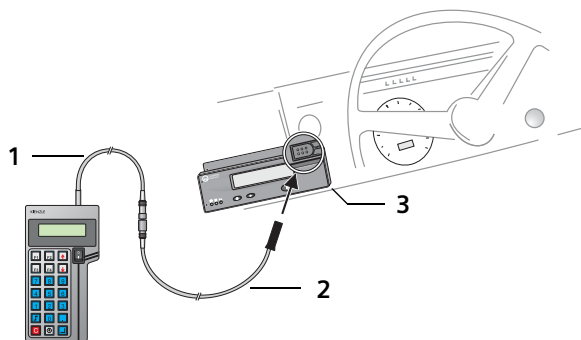

fig. 9: Raccorder le HTC+ au Veeder Root 2400 (TVI Europe)
1. Raccorder la fiche de diagnostic du HTC+ (1), conformément à la fig. 9, au moyen de la ligne de diagnostic TVI (2) au Veeder Root 2400 (TVI Europe) (3).